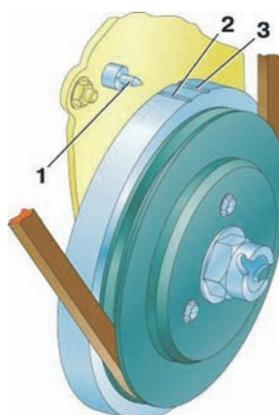
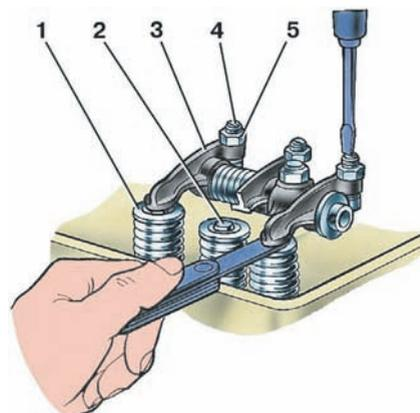

Рис. 5. Встановлювальні мітки на шківі-демпфері колінчастого валу:
Рис. 6. Регулювання зазору між коромислом і клапаном: 1 – тарілка пружини; 2 – клапан; 3 – коромисло; 4 – регульовальний гвинт; 5 – контргайка
- встановіть поршень першого циліндра по мітці 2 (рис. 5) на шківі колінчастого валу у ВМТ при такті стиску і щупом перевірте зазор між коромислами і клапанами першого циліндра. При неправильному зазорі відверніть контргайку 5 (рис. 6) регульовального гвинта 4 і, повертаючи викруткою регульовальний гвинт, встановіть зазор по щупу, після чого, утримуючи викруткою регульовальний гвинт, затягніть контргайку і перевірте ще раз правильність встановлених зазорів;